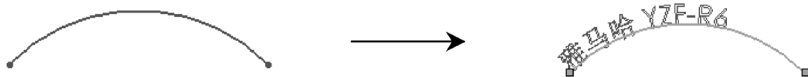

图 2-68 绘制文字操作
- **曲线收集器列表**：用于设置草图文字附着的曲线、边线或其他草绘图形等，选中后可令文字沿着曲线分布，如图 2-68 所示。